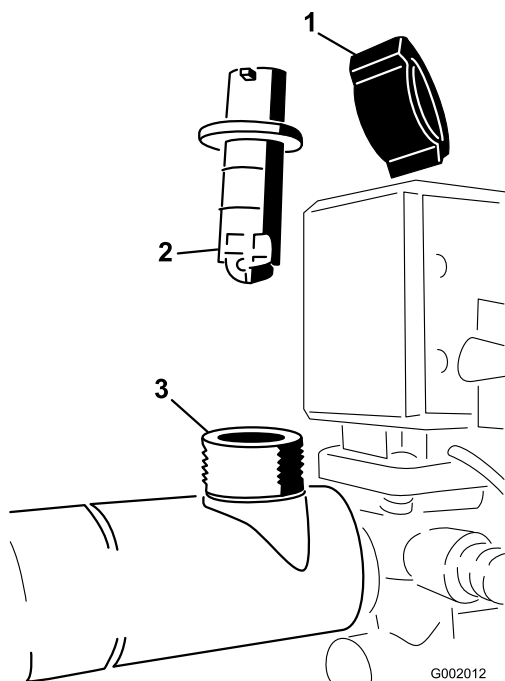

Figura 74
2. Retire la tapa del cuerpo del caudalímetro (Figura 74).